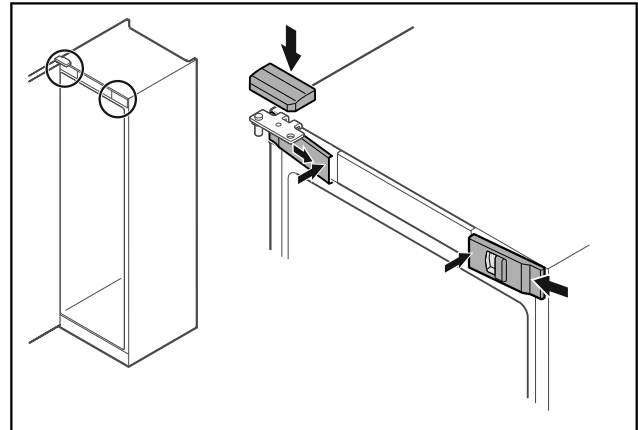

Fig. 35
- ▶ Z boku założyć przednie osłonki Fig. 35 (1) i zacześcić.
- ▶ Górną osłonkę Fig. 35 (2) zacześcić od góry.